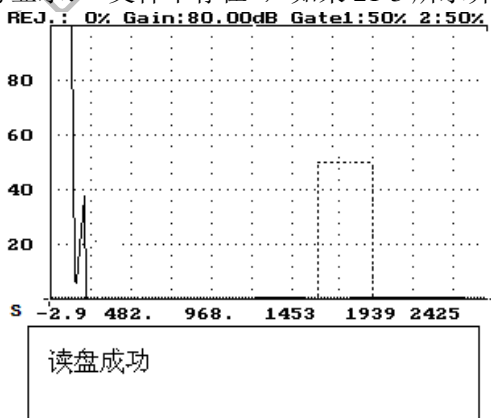
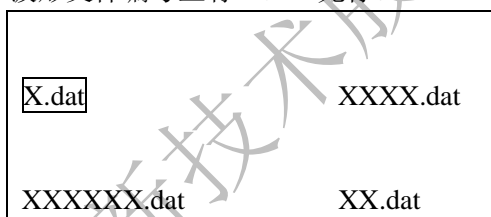

图 21-2
图 21-4
①、按进入键或退出键——在屏幕下方显示出仪器内存储的所有波形文件编号菜单，如图 21-4 所示，同时在第一个波形文件编号上有“口”光标。
a、按进入键——调出所需的波形文件，并在屏幕下方显示：“读盘成功”，如图 21-2 所示，同时在屏幕上方显示出所调出的波形和测试状态，并且返回处理菜单。
按退出键——确认原有的波形文件编号，调出所需的波形文件，如果仪器内存储有该编号文件，则在屏幕下方显示：“读盘成功”，如图 21-2 所示，同时在屏幕下方显示出所调出的波形和测试状态，并且返回处理菜单。如果仪器内存储没有该编号文件，则
- ①、按下方向键——删除原有的波形文件编号。
- ②、按进入键或退出键——在屏幕下方显示出仪器内存储的所有波形文件名编号菜单，如图 21-4 所示，同时在第一个波形文件编号上有一“口”光标。
- ③、按方向键——移动“口”光标到选择所需调出的波形文件编号上。
- ④、
- a、按进入键——调出所需的波形文件，并在屏幕下方显示：“读盘成功”，如图 21-2 所示，同时在屏幕上方显示出所调出的波形和测试状态，并且返回处理菜单。